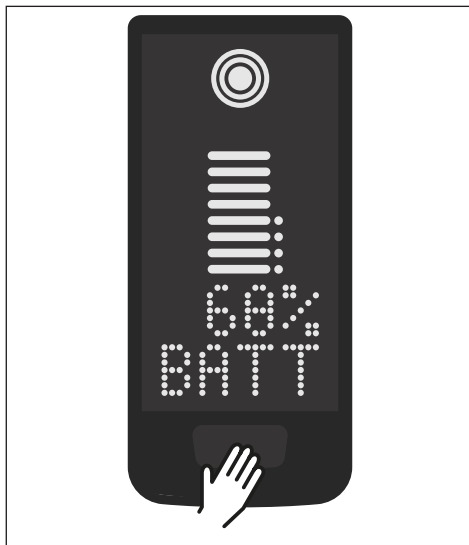

Fig. 3: Botón de control en la Display
- Conecte el accionamiento pulsando **brevemente** el botón de funcionamiento de la Display (véase Fig. 3).
- Conecte el accionamiento con una pulsación **larga** (>3 s) en el botón de funcionamiento de la Display (véase Fig. 3).